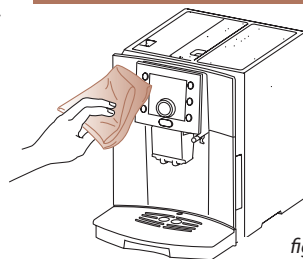

fig. 10
Si consiglia di pulire regolarmente l'esterno dell'apparecchio con l'apposito **Panno in microfibra (G)** onde evitare di graffiare la finitura esterna (fig. 10).